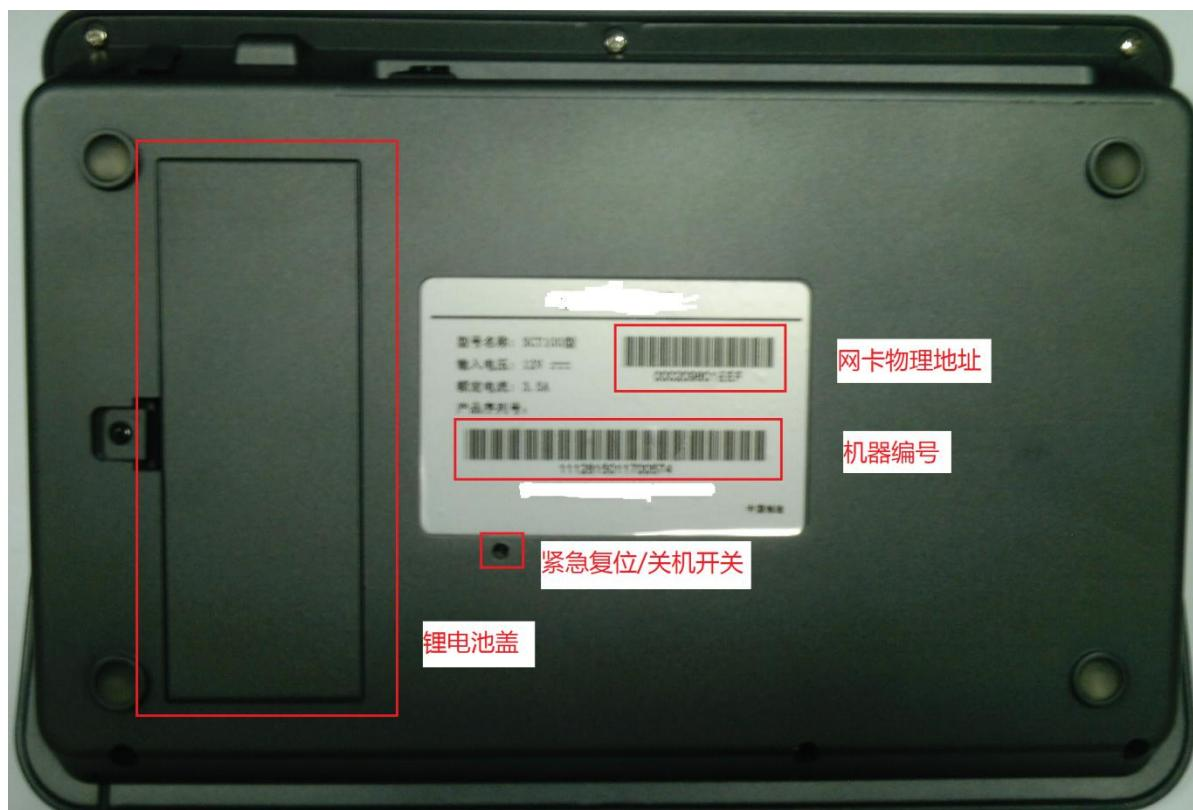

图 3-1 机器背面
3. 机器背面有个紧急复位/关机开关，如图 3-1 所示，长按该开关即可关机。**注意：该方法可能会造成数据丢失！**
3. 机器背面有个紧急重启/关机开关，如图 3-1 所示，短按该开关即可重启。注意：该方法可能会造成数据丢失！